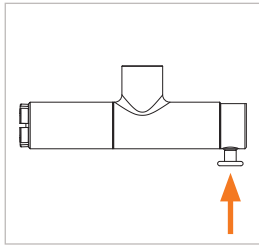

Abbildung 9
- ▶ Drücken Sie den Ventilknopf (Pos. 4) (Abbildung 9). Die Spannzangen öffnen sich.